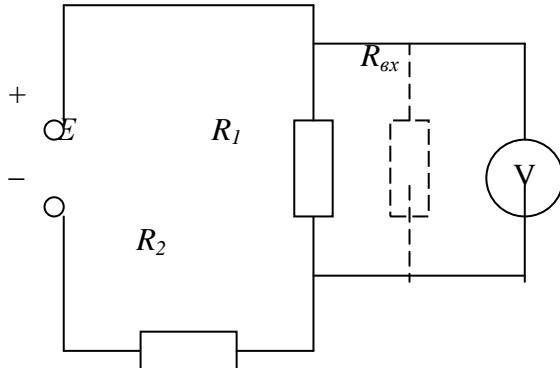

Рис. 3 Измерение напряжения на участке электрической цепи.
**Задача 4.** Для измерения напряжения на резисторе  $R_1 = 1$  кОм (см. рис.3) включен вольтметр класса точности  $K_{\Pi}$  с конечным значением шкалы  $U_{nom}$  и  $R_{ex} = 5$  кОм показания вольтметра  $U_{\alpha}$ , напряжение источника  $E$ ;  $R_2 = 9$  кОм. Определить действительное значение измеряемой величины напряжения; погрешности, обусловленные методом измерения и классом точности прибора.